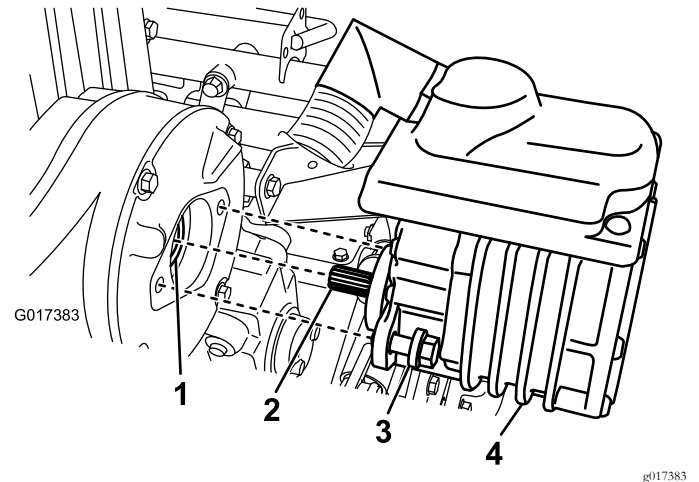

Bild 40
2. Entfernen Sie die zwei Schrauben, mit denen der Motor am Getriebegehäuse befestigt ist (Bild 40).
4. Bringen Sie ein oder zwei Pumpenstöße von der Fettpresse auf die Innengewindekupplung im Getriebegehäuse auf (Bild 40).